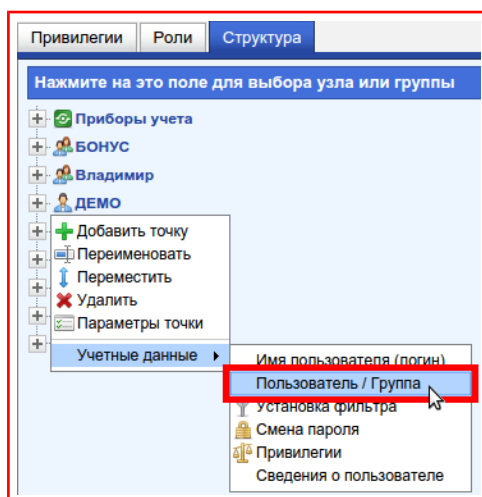

Рисунок 9.79 — Пункт «Пользователь/Группа »
- 2) В появившемся меню вызвать подменю **«Учётные данные»**, в котором выбрать пункт **«Пользователь/Группа»**, рисунок 9.79.